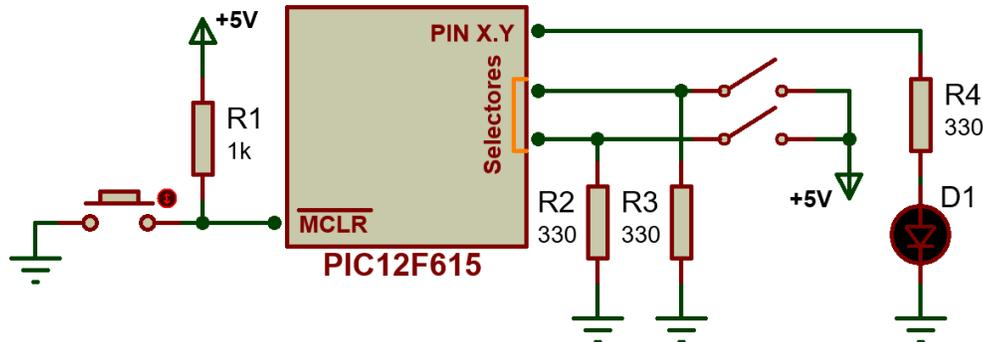

Figura 3.3. Diagrama representativo del circuito temporizador con selectores de frecuencia.
4. Modifique el circuito anterior para obtener el de la figura 3.3 y programe el microcontrolador con el segundo programa de las actividades previas, de modo que se pueda realizar la prueba que incluye los selectores de la frecuencia de salida.